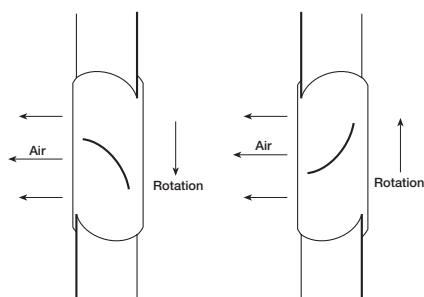
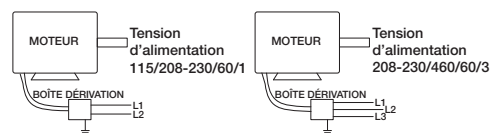

Figure 6 — Sens de rotation
Figure 11 — Schéma de câblage typique
12. Vérifier le sens de rotation de l'hélice en mettant brièvement l'appareil en marche. Le sens de rotation doit être celui indiqué sur l'autocollant apposé sur l'appareil ou sur la Figure 6. Sur les installations triphasées, le sens de rotation peut être inversé par l'inversion de deux quelconques des trois fils électriques. Pour les installations monophasées, suivre le schéma de câblage figurant sur le moteur ou voir Figure 11.
2. Câbler le moteur pour la tension souhaitée conformément au schéma de câblage figurant sur le moteur ou au schéma de câblage à la Figure 11.
2. Démarrer le caisson et l'arrêter immédiatement pour vérifier que le sens de rotation de l'hélice correspond à la flèche dans le compartiment du moteur. Voir la Figure 6.